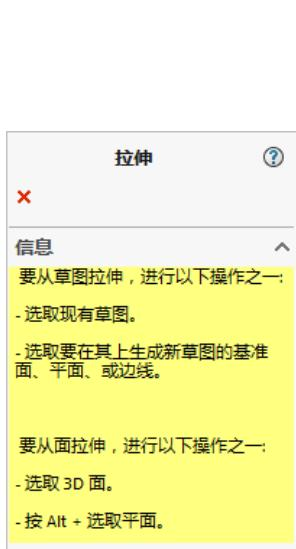

图 6.4.2 “拉伸”对话框
Step2. 选择命令。选择下拉菜单 **插入(I) → 曲面(S) → 拉伸曲面(E)...** 命令，系统弹出图 6.4.2 所示的“拉伸”对话框。